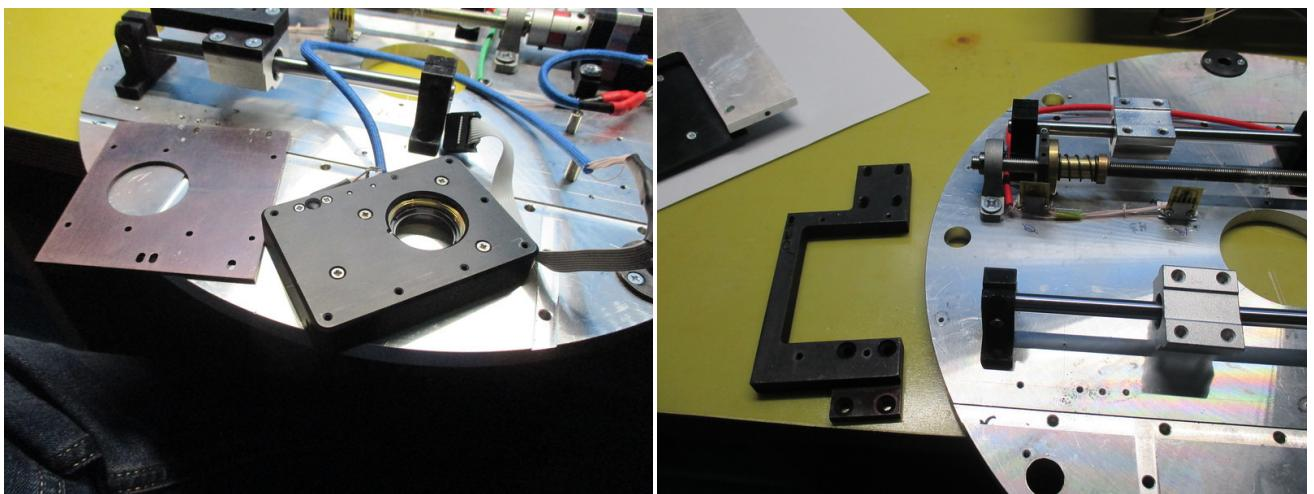

Рис. 27: Отсоединение ротатора от пластины, съем кронштейна.
**14.** Открутить винты, стягивающие пластину и ротор. Снять ротор фазовой пластины. Открутить фиксатор и извлечь фазовую пластину. Выкрутить винты, крепящие С-образный кронштейн к подшипниковым узлам транслятора и отделить кронштейн (см. рис. 27).